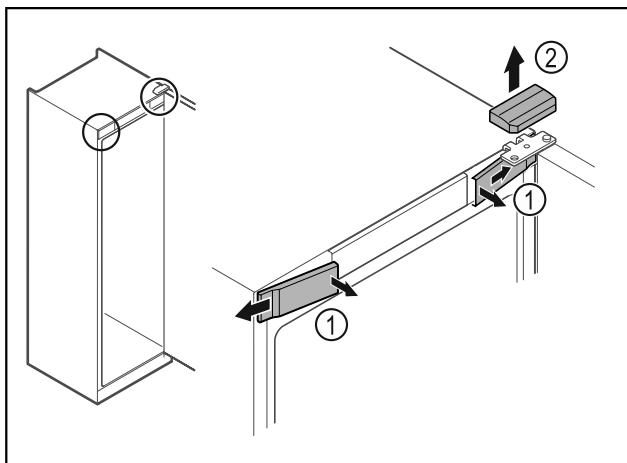

Fig. 11
- ▶ Lossa skydden fram Fig. 11 (1) på insidan och ta av dem åt sidan.
- ▶ Ta av det övre skyddet Fig. 11 (2) uppåt.